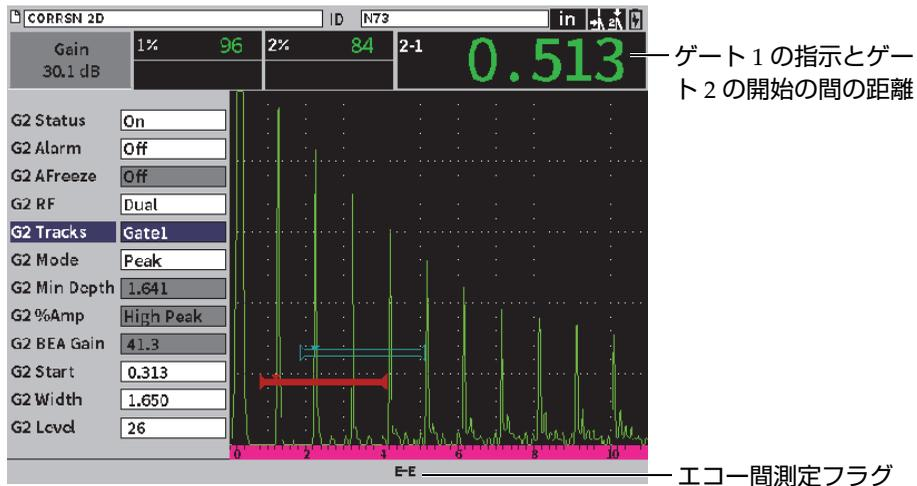

図 7-7 エコー間測定の例
5. **ゲート2**アイコン () を選択し、**G2ステータスをオン**に設定します (102ページの図7-7参照)。